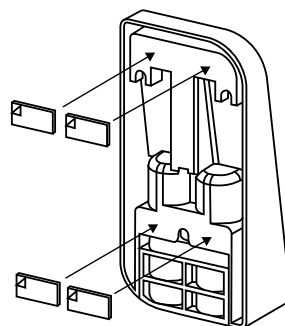

Fig. 7
- 2 Incollare le piastrine adesive in dotazione nelle posizioni indicate nel disegno e rimuovere le pellicole di supporto (Fig. 7).